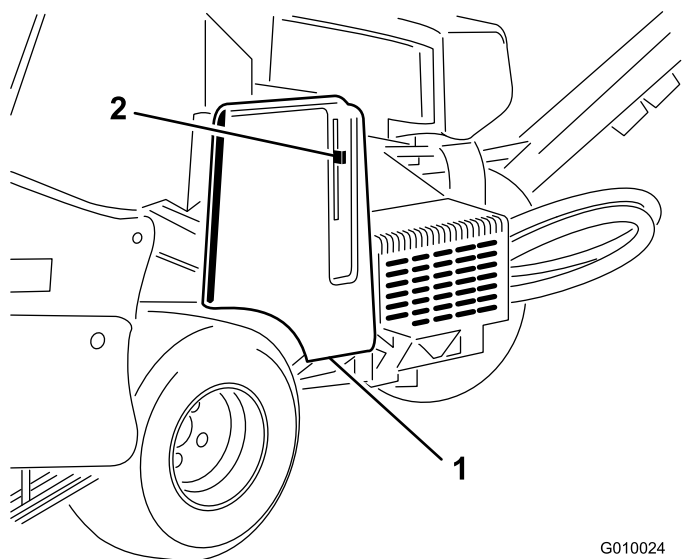

**Figura 60**
2. Destrancue e retire a cobertura da correia (Figura 60).